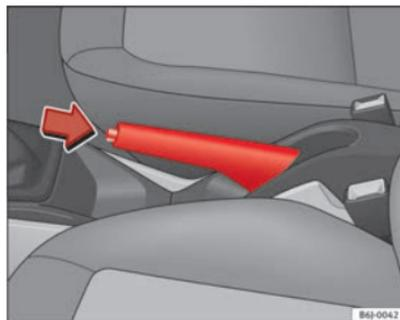

Abb. 122 Handbremse zwischen den Vordersitzen
⇒ Abb. 122.
- Ziehen Sie den Hebel etwas nach oben, drücken Sie die Entriegelungstaste in Pfeilrichtung ⇒ Abb. 122 und führen Sie den Handbremshebel ganz nach unten ⇒ .